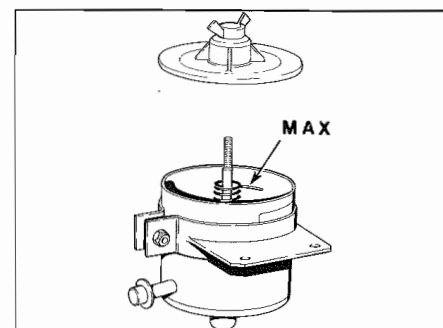

Fig. 23 - Livello olio servosterzo
- Smontare il coperchio sul serbatoio (**Fig. 23**). Girare il volante a motore acceso da un riscontro all'altro e controllare che il livello dell'olio nel serbatoio raggiunga la tacca corrispondente al livello max.
- Remove the tank cover (**Fig. 23**). With engine running, turn steering wheel from lock to lock and check that the oil level in the tank reaches the max level mark.